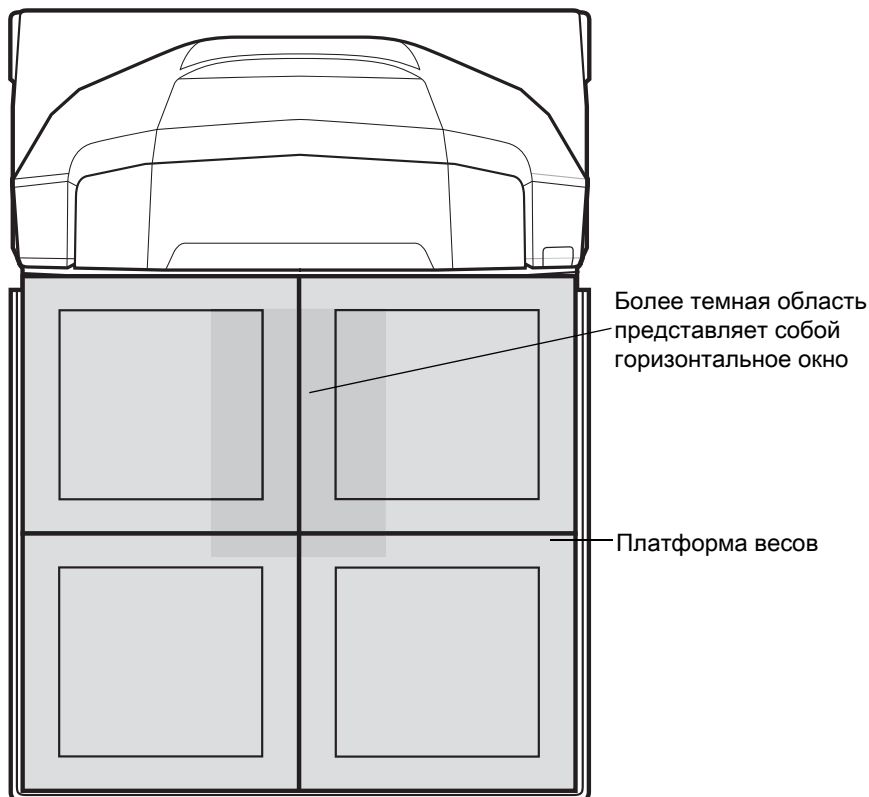

Рис. 4-5 Расположение гирек на платформе весов
Тест на перемещение (см. Рис. 4-5)
Вес, регистрируемый в каждой контрольной точке весов, как показано на Рис. 4-5, представляет среднее значение между центром и углом платформы. При необходимости используйте стекую конфигурацию гирек (например, (2) гири по 5,00 фунтов или (2) гири по 2,500 кг) в зависимости от запрограммированных единиц измерения.